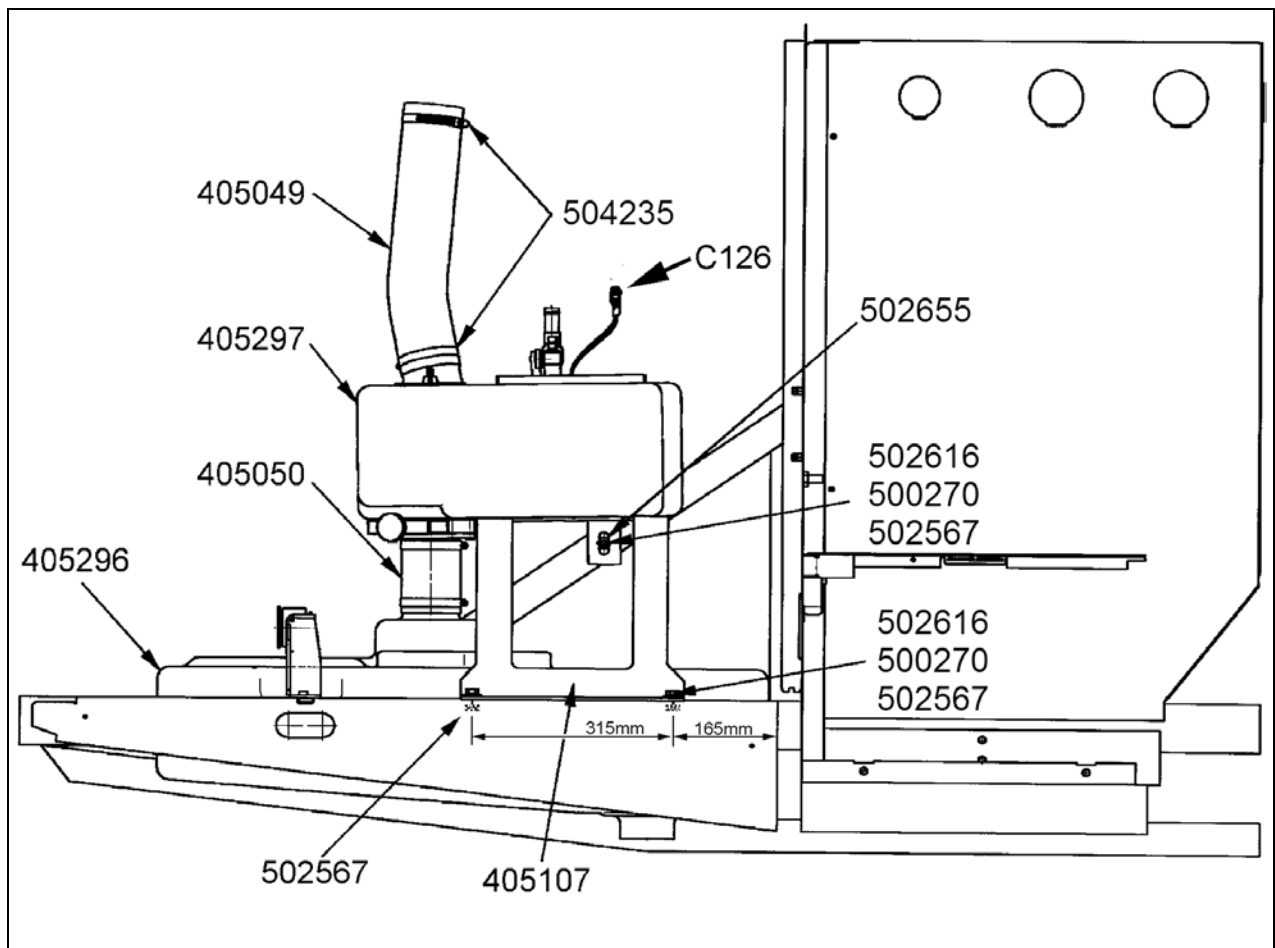

FIGURE 1 : REPRÉSENTATION DU MONTAGE DE L'ENSEMBLE RÉSERVOIR SEPTIQUE PRINCIPAL ET AUXILIAIRE
8. Tracer à même le longeron, 1 ligne à 165mm du rebord du renfort vertical et une autre à 315mm de la première (voir figure 1).
11. Fixer le support en position à l'aide de la quincaillerie fournie en vous référant à la figure 1.